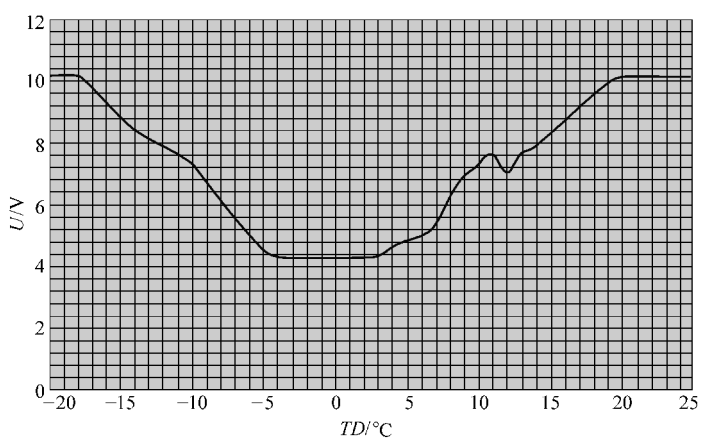

图 12-14 TD 值曲线图
2) 如图 12-14 所示，自动控制时，根据 TD 值自动向目标电压逼近。